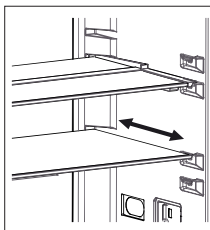

Fig. 1
- Para colocar a prateleira na posição original, puxe-a para si. (Fig. 1)